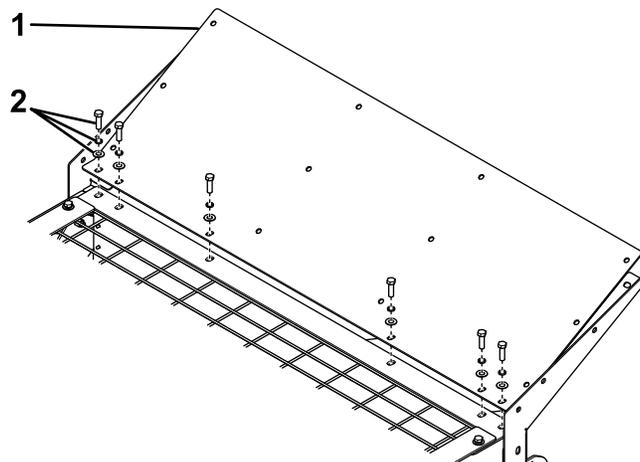

Figure 3
5. Fixez la plaque principale de la protection anti-déversement sur la trémie à l'aide des rondelles, des rondelles de blocage fendues et des boulons retirés précédemment (Figure 3).